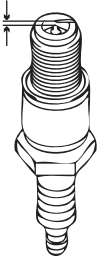

рис. 49
4. Измерьте зазор между электродами – он должен составлять 0,7 - 0,8 мм (рис. 49).